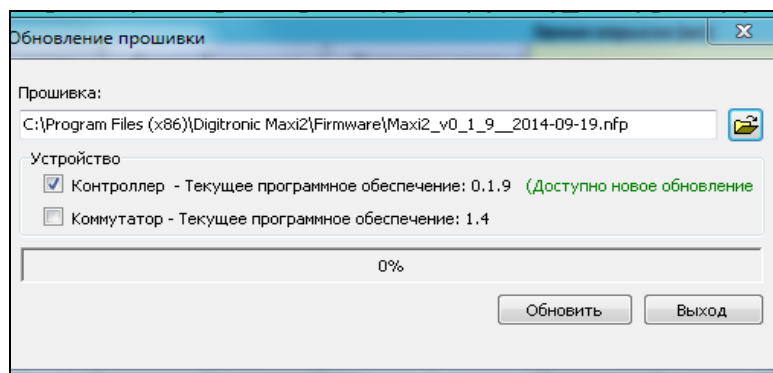

Рис. 9 Окно обновление прошивки.
- Для активации процесса обновления после выбора файла нажмите на кнопку «**Обновить**» (рис. 9). Доступная новая версия прошивки отображается в окне «Обновление прошивки» сообщением: "Доступно новое обновление".